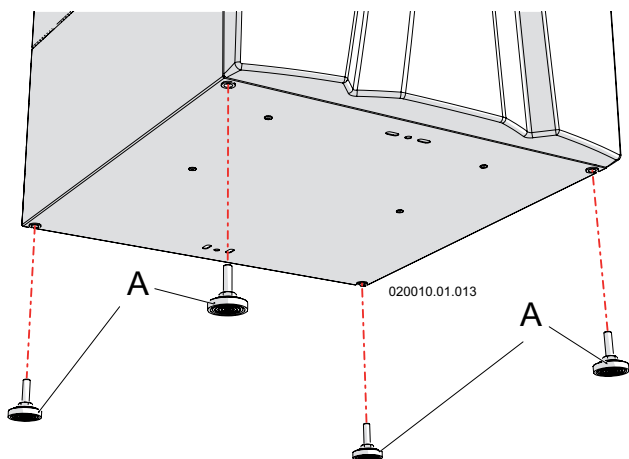

Figura 6.2 - Distanze minime di rispetto
- ☞ installare i piedi regolabili per il livellamento dell'apparecchio come da figura 6.2.